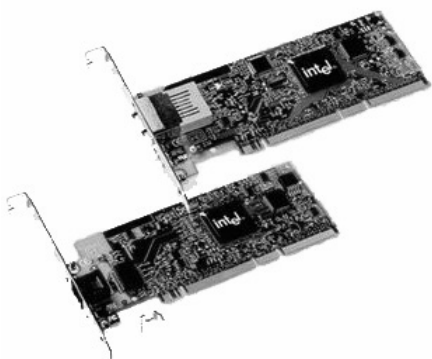

图 8-11 PCI-X 总线网卡
(3) PCI-X 总线网卡。PCI-X 是 PCI 总线的一种扩展架构，它与 PCI 总线不同的是，PCI 总线必须频繁的与目标设备和总线之间交换数据，而 PCI-X 则允许目标设备仅与单个 PCI-X 设备进行数据交换。同时，如果 PCI-X 设备没有任何数据传送，总线会自动将 PCI-X 设备移除，以减少 PCI 设备间的等待周期。所以，在相同的频率下，PCI-X 能提供比 PCI 高 14%~35% 的性能。服务器网卡经常采用此类接口的网卡，如图 8-11 所示。